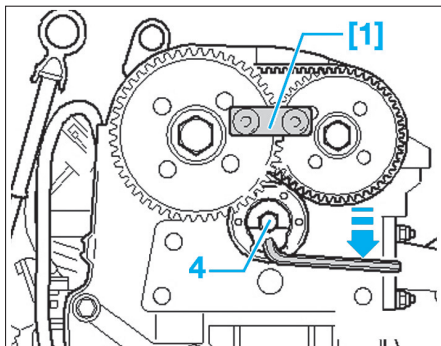

Fig. 7
- Desserrer la vis du galet-tendeur (4) de la courroie crantée d'entraînement secondaire et détendre la courroie crantée en tournant le galet-tendeur dans le sens horaire. (Fig.7).